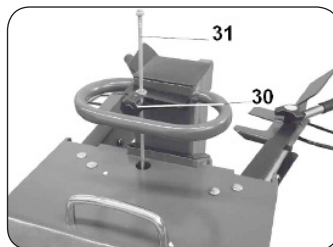

Figura 7
Coloque um pequeno pedaço de madeira sobre a mesa do rachador e mova a lâmina de corte até 2 cm acima da madeira, desligue o rachador (botão vermelho no interruptor e desligue a ficha). Pode diminuir o movimento de retrocesso, utilizando a haste fixa (31) ao fixar a haste na altura desejada com o parafuso de ajuste (30). (Figura 7)